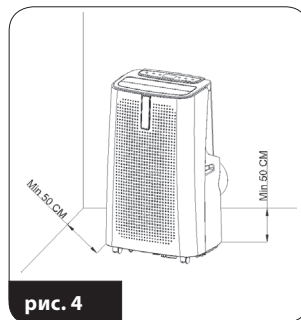

рис. 4
5. Установите кондиционер в предусмотренном месте, сохраняя при этом свободное пространство вокруг прибора (рис. 4) на расстоянии не менее 50 см.
6. Внешний соединитель (20), расположенный на другом конце воздуховода (18) установите в окне с помощью прилагаемого монтажного комплекта. Вы можете использовать один из двух монтажных наборов для раздвижных и откидных окон.